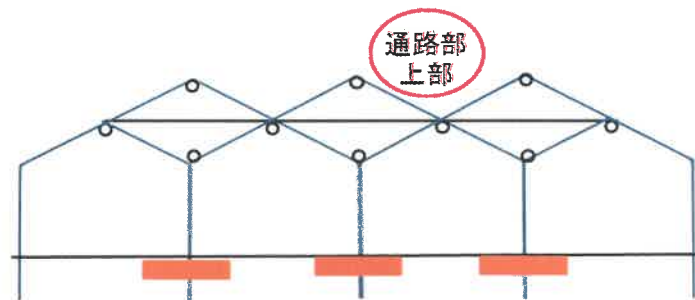

図37 雨よけフィルムの展張①
- 雨よけフィルムは、アーチパイプを横方向に連結している直管パイプの上（通路部上部）を通して展開します（図 37）。